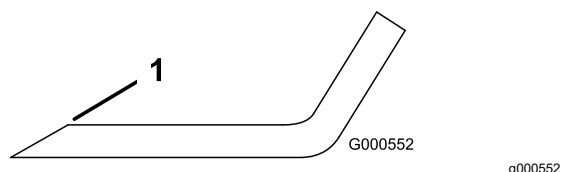

Figura 62
1. Utilice una lima para afilar el filo de corte en ambos extremos de la cuchilla (Figura 62).
Nota: Si la cuchilla no está equilibrada, rebaje algo del metal en la parte de la vela solamente con una lima (Figura 62).